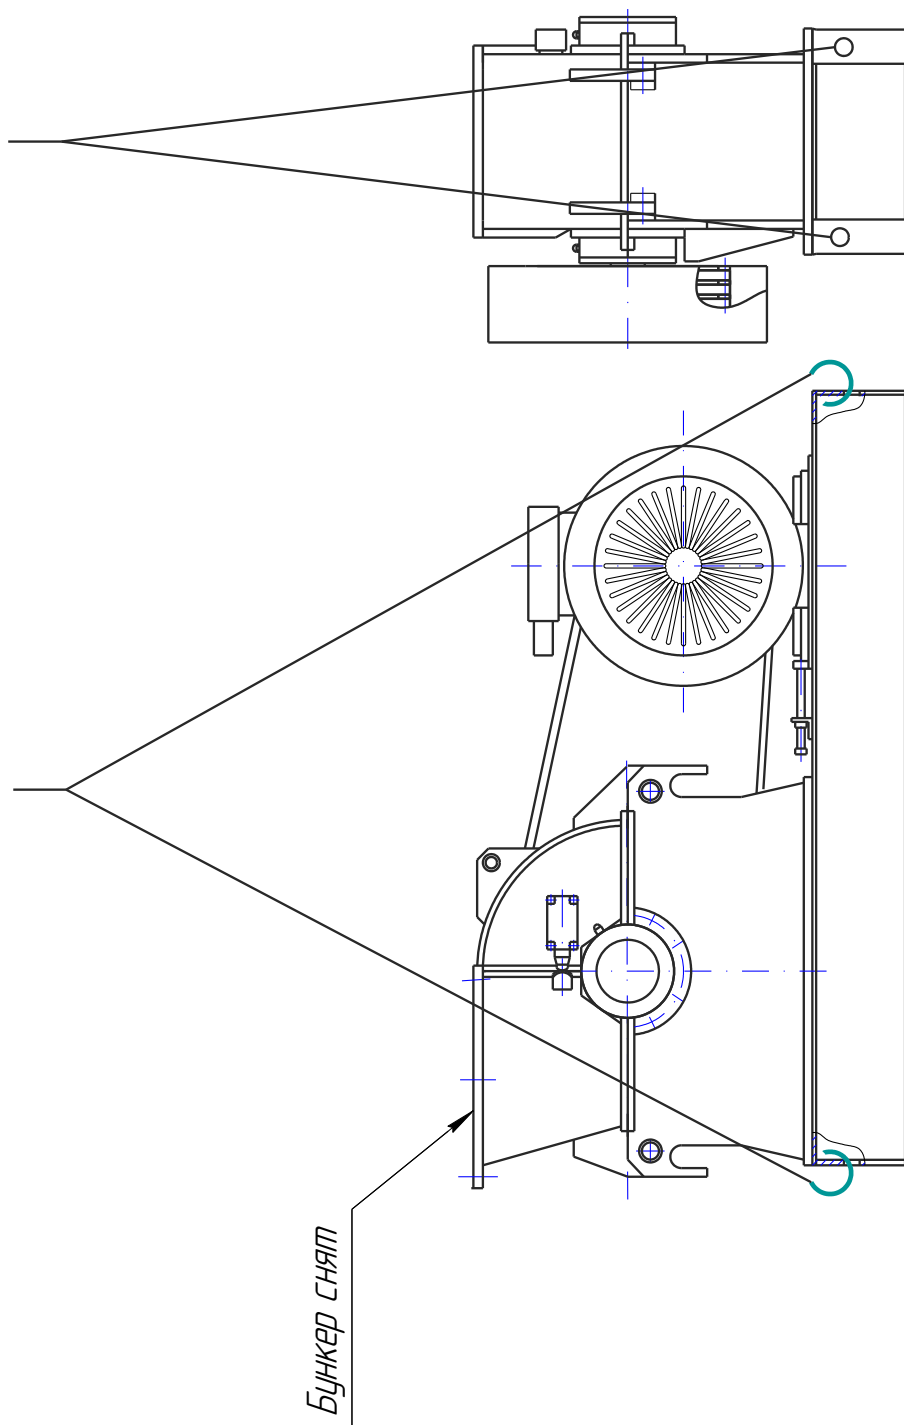

Рис.3 Схема строповки.
2.2.1 Дробилка должна эксплуатироваться в сухом, отапливаемом и вентилируемом помещении, оборудованном подъемно-транспортным устройством, грузоподъемностью не менее 1000 кг. Схема строповки дробилки показана на рис. 3.